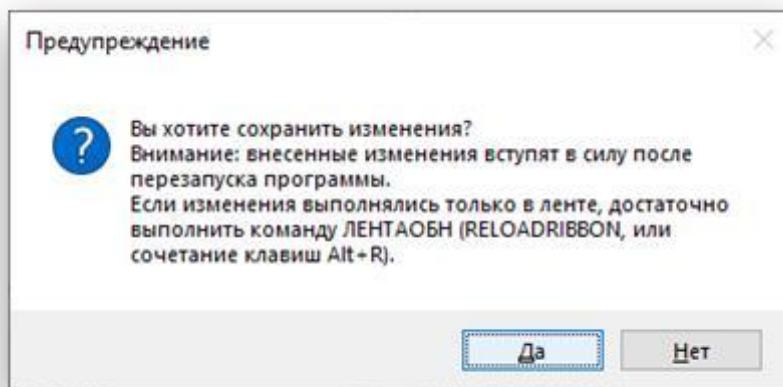

Рис. 4.6. Сообщение **nanoCAD** о перезагрузке
4.6. **nanoCAD** сообщит (рис. 4.6.). Следует перезагрузить **nanoCAD**